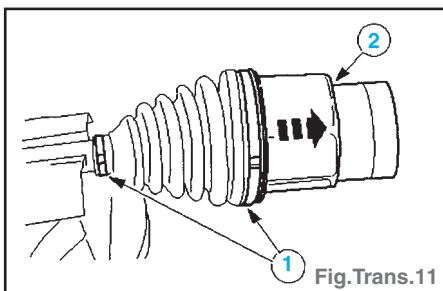

Fig. Trans. 11
- Immobiliser l'arbre de roue dans un étau équipé de mordaches et détacher le boîtier de joint homocinétique intérieur de l'arbre de roue (Fig. Trans. 11) :